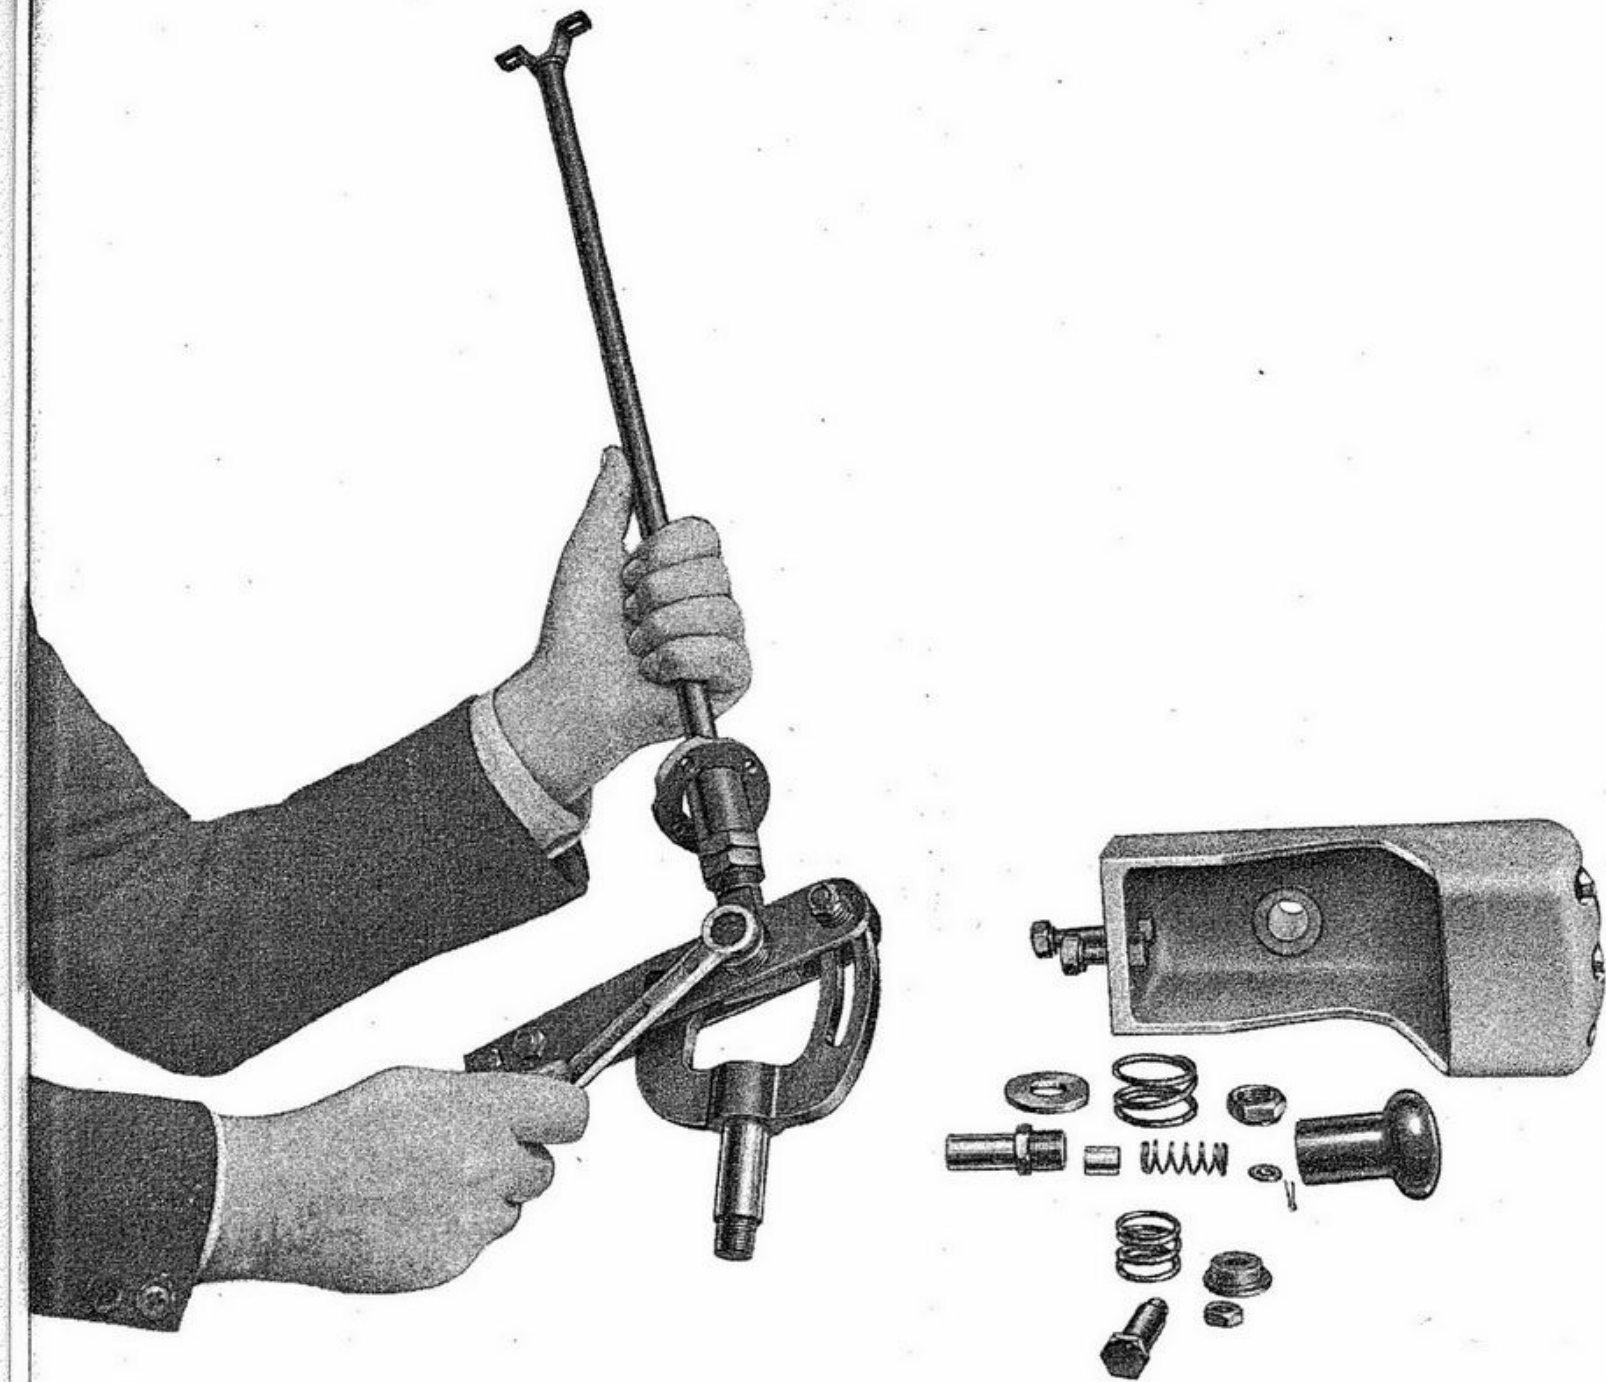

Fig. 40 - Smontaggio della leva di comando cambio velocità
- il complesso della leva, smontarla mediante lo svitaggio degli appositi due bulloni di tenuta (vedere fig. 40).